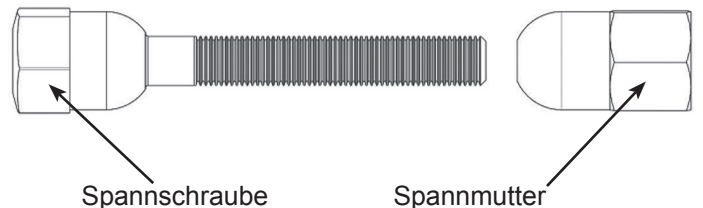

Abbildung 6
3. Die Spansschraube durch die Spannringenden führen und die Spannmutter mit dem abgerundeten Ende in Richtung Spannring geschraubt (Abb. 6).